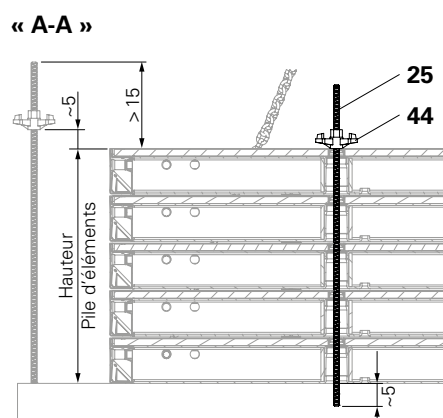

Fig. A1.11
2. Positionner la tige d'ancrage (25) à côté de la pile de panneaux afin de comparer la hauteur de la pile d'éléments à la longueur de la tige d'ancrage.
3. Visser un écrou papillon (44) sur la partie de la tige d'ancrage qui dépasse. Prévoir un jeu d'environ 5 cm entre la pile et l'écrou papillon. (Fig. A1.11)
→ Les barres de serrage empêchent les éléments de glisser. (Fig. A1.11)